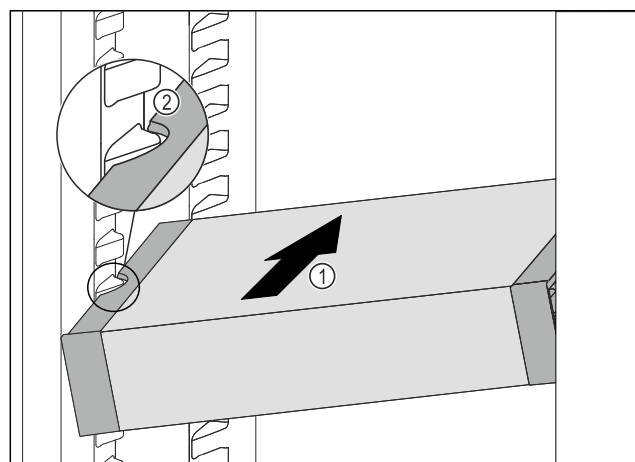

Fig. 88
- ▶ Вставити висувний ящик VarioSafe під кутом в охолоджувальне відділення Fig. 88 (1), доки бокові поглиблення Fig. 88 (2) VarioSafe не будуть розташовуватися на рівні ребра для ємності в охолоджувальному відділенні.